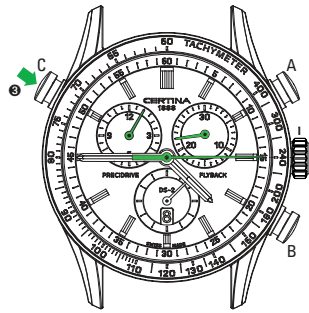

Рис. 6
**C** RESTART (ПОВТОРНЫЙ ПУСК) (наверстывание) (см. рис. 6)